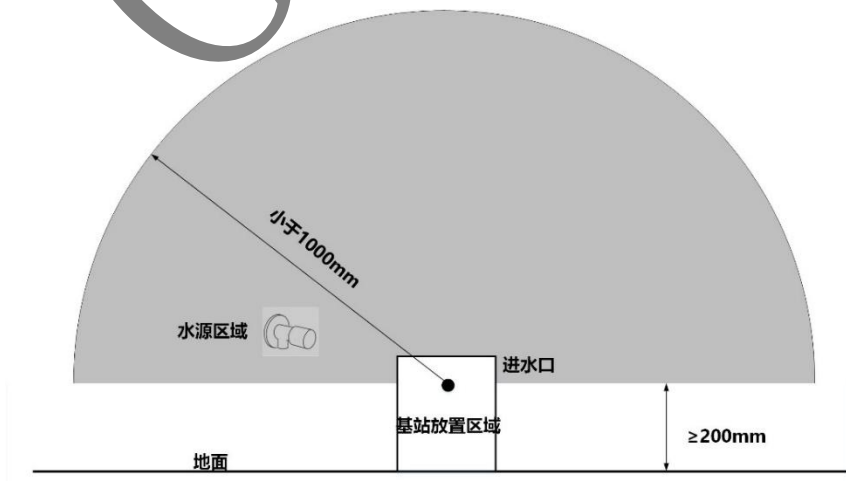

图3 水源预留区域
- 4.4.1 水源接入：标准水源接口应靠近安装位置，建议最远距离 $\leq 1000\text{ mm}$ 便于连接；如配置角阀应使用符合GB/T 26712的产品，角阀接口为G1/2外螺纹；若使用水龙头，则需配备G1/2外螺纹卡扣接头，以便于与快插接头连接。具体基站水源位置区域选择如图3中所示。